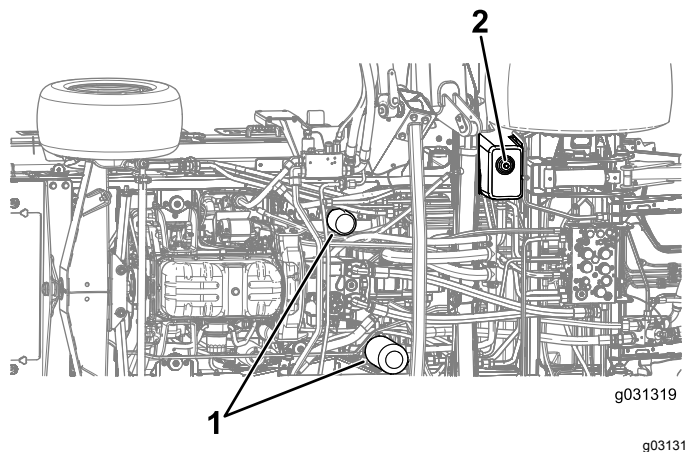

Figura 135
4. Retire el tapón de vaciado de la parte inferior del depósito y deje que se drene el fluido hidráulico al recipiente (Figura 135).
7. Coloque un recipiente debajo del filtro y retire el filtro (Figura 135).